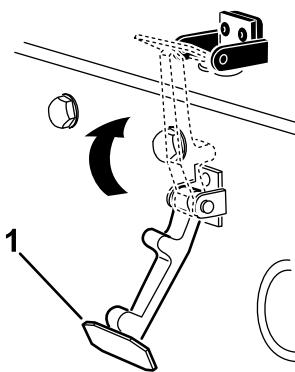

Figura 34
- Enganche el cierre en el cerradero del capó (Figura 34).